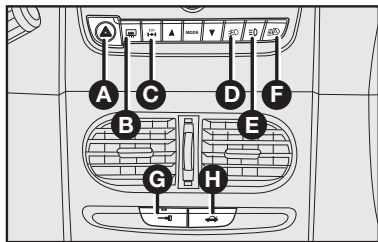

fig. 66
## BOTÕES DE COMANDO – fig. 66
**D – Faróis auxiliares** – Botão com indicação de função ativada no quadro de instrumentos para ligar e desligar os faróis auxiliares. Só funciona a partir do acionamento das luzes externas de posição. Os faróis auxiliares são desligados cada vez que a chave de ignição for desligada. Para ligá-los novamente é necessário pressionar o botão **D** – fig. 66.
Se as portas estiverem travadas e o botão G – fig. 66 for pressionado as portas se destravarão e o LED se acenderá.
Se as portas tiverem sido trançadas mecanicamente ou por meio do telecomando da chave, o botão de fechamento centralizado G – fig. 66 será desabilitado. Nesta condição o botão somente será reabilitado quando houver um comando de destravamento das portas mecanicamente ou por meio do telecomando, ou na condição de chave ligada e código eletrônico (Fiat Code) reconhecido.
Para abrir a tampa do porta-malas, pressione o botão **H** – fig. 66; dessa forma ocorre o destravamento elétrico e a abertura da tampa.
Para abrir o suporte do estepe/tampa porta-malas, pressione o botão **H** – fig. 66.